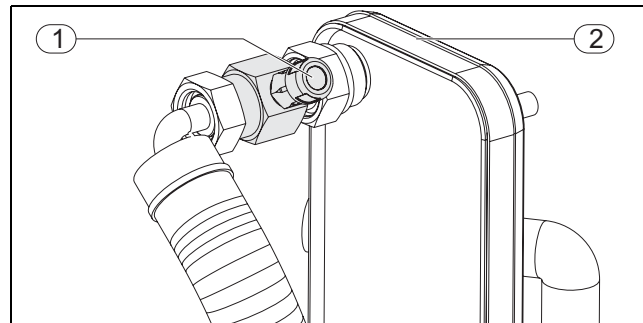

Fig. 15 Valvola di sfiato
- Aprire la valvola di sfiato (→ Fig. 15, [1]), fino a quando l'acqua scorre nello scarico ed esente di aria. Controllare il corretto scarico dell'acqua.